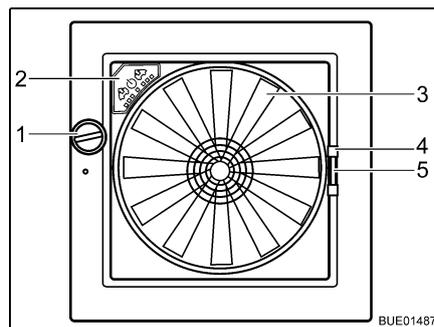

Fig. 56 Lanterneau Omni-Vent
- Tourner le bouton rotatif (Fig. 56,1) jusqu'à ce que l'angle d'ouverture désiré soit atteint.
- Tourner le bouton rotatif (Fig. 56,1) jusqu'à ce que le lanterneau soit entièrement fermé.
- Tirer la moustiquaire par la poignée (Fig. 56,4) vers le côté de cadre opposé.
- Presser la poignée (Fig. 56,5) du dispositif occultant.
- Ventilateur** Quand le lanterneau est ouvert, l'espace intérieur peut être ventilé et aéré avec un ventilateur à 6 niveaux de puissance (Fig. 56,3). La commande du ventilateur s'effectue sur son panneau de commande (Fig. 56,2).